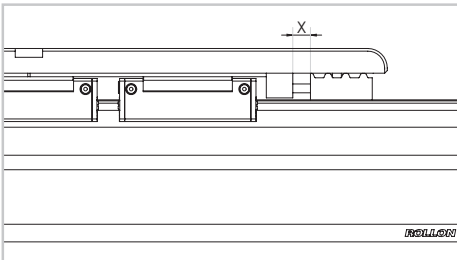

Abb. 2
1) Messen Sie die Distanz X zwischen dem Laufwagen und dem Riemenspannelement (Abb. 2)